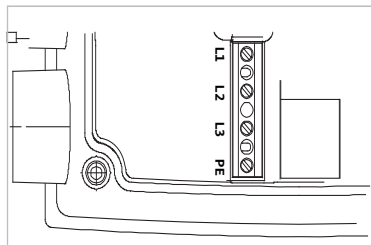

Fig. 20: Bornes de alimentación eléctrica
- Bornes de alimentación eléctrica (Fig. 20)